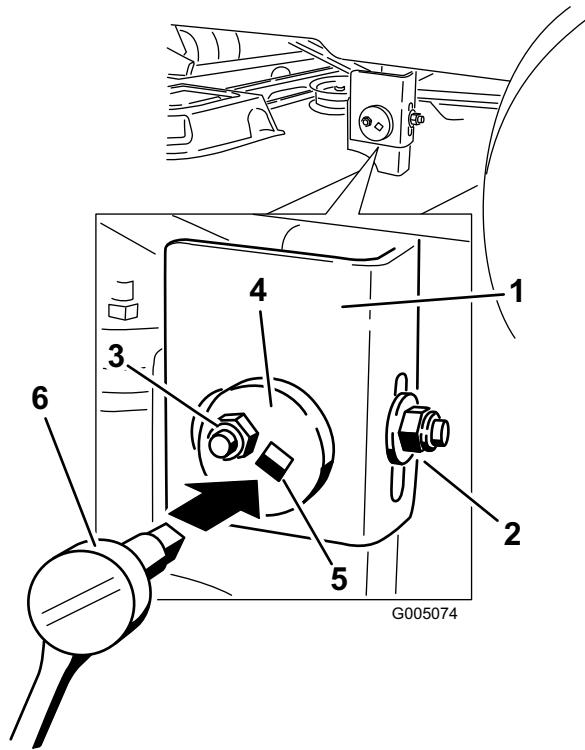

Figure 39
7. Du côté gauche de la machine, desserrez sans le retirer, l'écrou de blocage arrière sur le support (Figure 39).
8. Desserrez l'écrou de blocage latéral sur le support jusqu'à ce qu'il soit possible d'ajuster la plaque centrée (Figure 39). Utilisez une clé à douille munie d'une rallonge de 3/8 pouce pour manipuler la plaque centrée. Utilisez la clé pour repositionner le plateau de coupe à la hauteur voulue.
9. Arrêtez le plateau de coupe et vérifiez sa hauteur, puis serrez l'écrou de blocage latéral sur le support pour fixer cette nouvelle position (Figure 39).